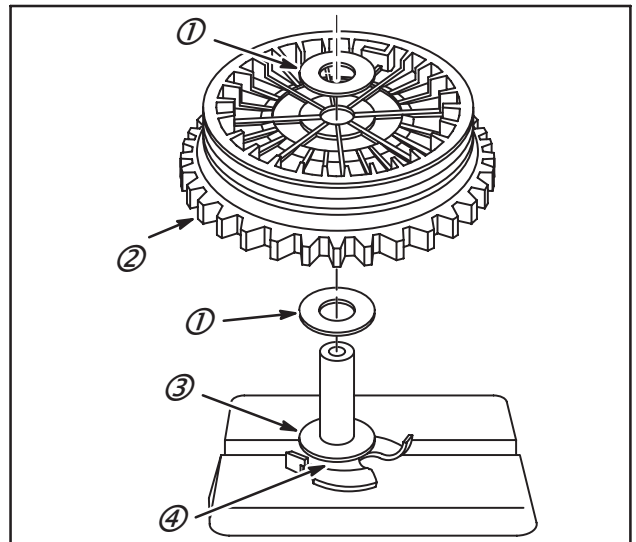

Fig. 26
11. Déposer les rondelles en plastique (1), la rondelle métallique (3), la poulie et le pignon (2) de l'axe de lanceur (4), (Fig. 26).
2. Mettre une noix de graisse sous la rondelle en métal (4), Fig. 26.
3. Enfiler sur l'axe la rondelle acier puis plastique, Fig. 26.